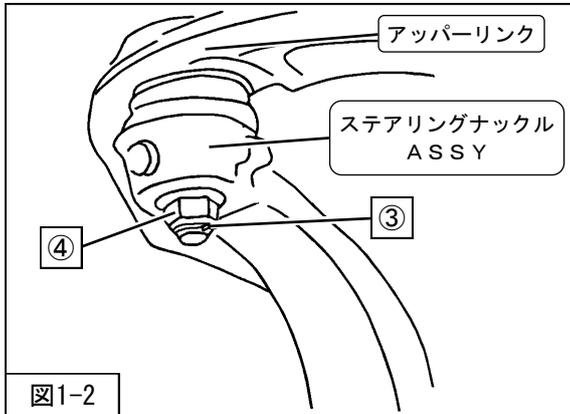

図1-2
3. ③コッターピン
④アッパーリンク取付ナットを取外し、アッパーリンクとステアリングナックルASSYを切り離してください。(図1-2)